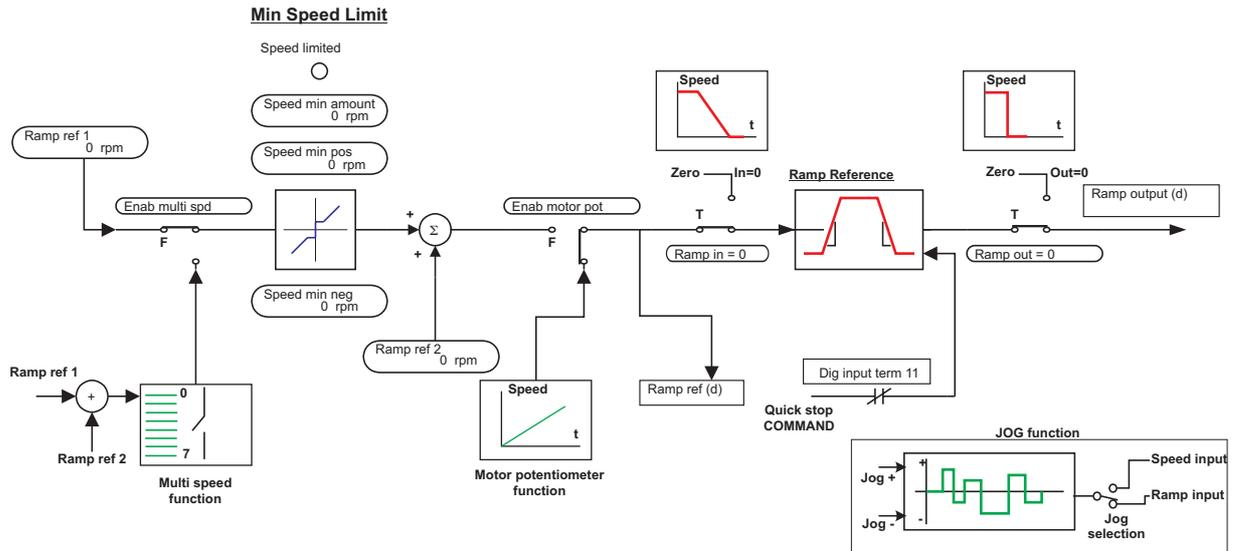

Figura 2.5.1.1: Referencias a la rampa
- Ramp ref 1** Referencia 1 para la rampa. El valor introducido concuerda con Factor función.
- Ramp ref 1 (%)** Referencia 1 para la rampa, valor en porcentaje de **Speed base value**.
- Ramp ref 2** Referencia 2 para la rampa. El valor introducido concuerda con Factor función.
- Ramp ref 2 (%)** Referencia 2 para la rampa, valor en porcentaje de **Speed base value**.
La referencia total para la rampa **Ramp ref** es el resultado de la suma de los valores con señal de **Ramp ref 1** y **Ramp ref 2** (Véase figura 2.5.1.1).
- Speed min pos** Ajusta la velocidad mínima, para el sentido de rotación horaria del motor. No es posible bajar por debajo de este valor, independientemente de la referencia ajustada. La función opera a la entrada de la rampa (véase figura 2.5.1.1.) El valor a introducir depende del Factor función.
- Speed min neg** Ajusta la velocidad mínima para el sentido de rotación antihoraria del motor. Independientemente de la referencia ajustada, no es posible bajar por debajo de este valor. La función opera en la entrada de la rampa (véase figura 2.5.1.1.). El valor a introducir depende del Factor función.